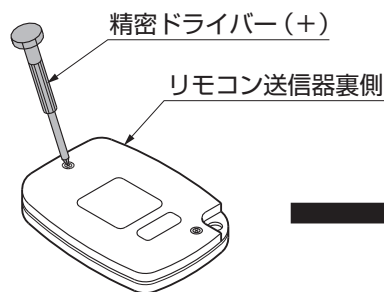

図18-1
- ①リモコン送信器の裏側のネジ（2箇所）を精密ドライバー等ではずしてください。（図18-1参照）
- ④はずしたケースを取付けてください。（図18-1参照）